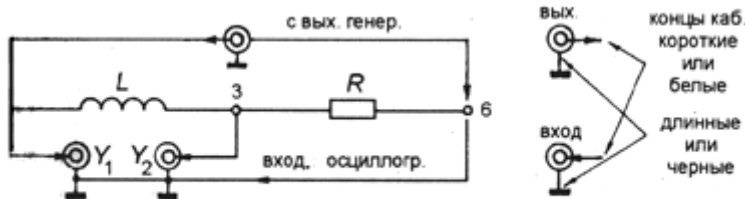

Рис. 8
2. Установить частоту переменного напряжения генератора  $60,0 \text{ Гц}$  (декадными переключателями или плавной регулировкой в зависимости от типа генератора). Переключатель "Множитель" установить в положение " $\times 1$ ". Подать переменное напряжение  $5-6 \text{ В}$  с генератора в точки схемы 2-6 (рис. 8).
Это же напряжение с точек 2-6 подать на  $Y_1$  - вход первого канала осциллографа, что соответствует полному напряжению, действующему на участке цепи 2-6 (короткий конец входного кабеля осциллографа подсоединить к точке 2, длинный — к точке 6, см. рис. 8). С точек 3-6 (см. рис. 8) напряжение подать на  $Y_2$  — вход второго канала осциллографа. Это напряжение на активном сопротивлении пропорционально току в данном участке цепи и совпадает с ним по фазе.